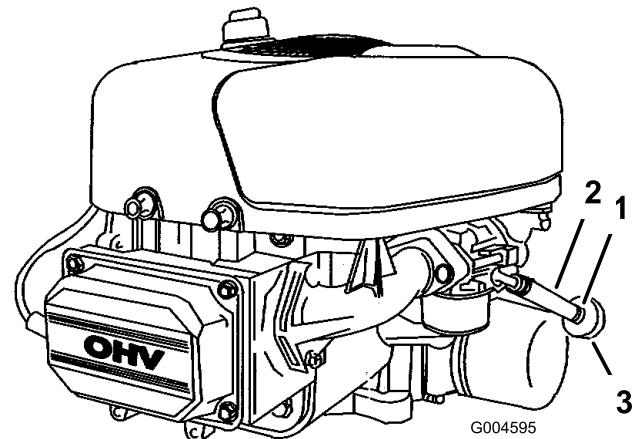

Bild 27
- Drücken Sie die Enden der Schlauchklemme zusammen und schieben Sie sie an der Kraftstoffleitung nach oben zum Kraftstofftank (Bild 27).
- Ziehen Sie die Kraftstoffleitung vom Kraftstofffilter (Bild 27) ab. Lassen Sie das Benzin in einen Benzinkanister oder eine Auffangwanne ablaufen.
aus. Tauschen Sie den Kraftstofffilter am besten aus, wenn der Tank leer ist (Bild 27). Bauen Sie nie einen verschmutzten Filter wieder ein, wenn Sie diesen aus der Kraftstoffleitung entfernt haben.
7. Drücken Sie die Enden der Schlauchklemmen zusammen und schieben diese weg vom Kraftstofffilter (Bild 27).